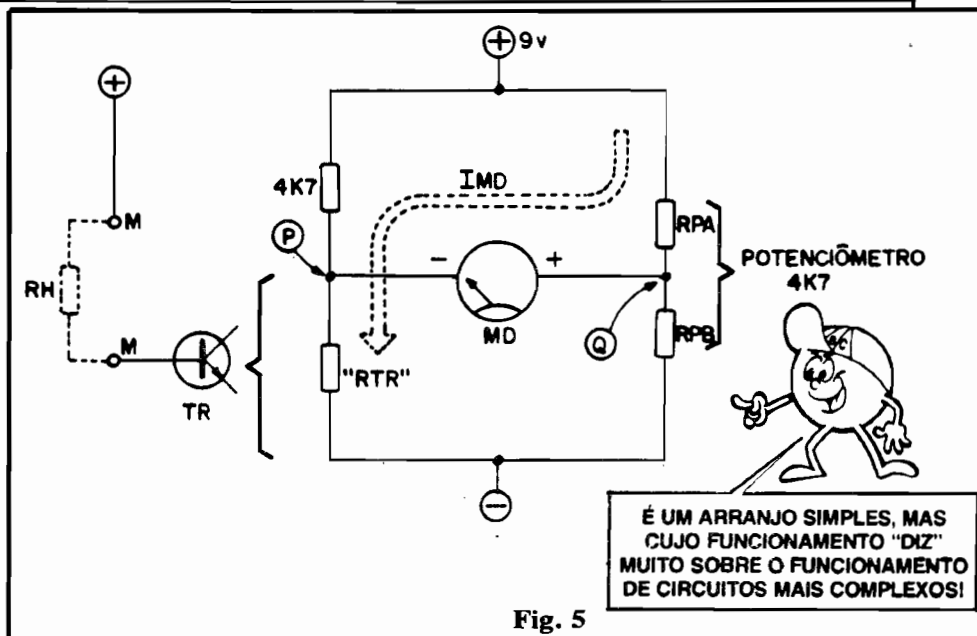

Fig. 5
- **FIG. 5** - Conexões externas à placa (aproveitem para conferir as codificações atribuídas às "ilhas" destinadas a tais conexões, "batendo" as indicações com as da figura anterior...), com esta ainda vista pelo lado **não cobreado** (no diagrama, propositalmente, os componentes pertinentes à própria placa **não são mostrados** (já o foram, na figura anterior...) de modo a "desconfundir" o visual. **ATENÇÃO** ao correto posicionamento dos terminais dos dois LEDs (notem que estes, embora vistos juntos à placa, **podem** ser ligados "remotamente" através de pares de fios finos...) e à polaridade da alimentação (pilhas ou bateria), sempre lembrando da norma universal de fio **vermelho** para o **positivo** e fio **preto** para o **negativo**. Os comprimentos dos fios às pilhas ou bateria, **push-button** e alto falante, dependerão muito do arranjo final da instalação... Como sempre, recomendamos que a cabagem tenha o comprimento **suficiente**, sem sobras (que tomam a montagem deslegante e dificultam a instalação, naquele "emaranhado" de fios...) nem faltas (que tomam difícil a co-
- **FIG. 5** - O circuito, como funciona. Analisando com atenção o diagrama, mais o “esquema” (fig. 1), é fácil perceber o funcionamento geral do arranjo: o medidor (galvanômetro) está colocado no meio de uma “ponte” ou “gangorra” de resistores, sendo que um “lado” dessa “ponte” é formado pelos dois “segmentos resistivos” do potenciômetro, com os valores momentâneos de RPA e RPB dependentes do ajuste dado ao dito potenciômetro. No outro “lado da ponte” temos o resistor de 4K7 e um... “resistor sensível à Resistência”! Isso mesmo! O transistor, em seu “percurso” **coletor/emissor** pode ser eletricamente interpretado como um mero resistor, cujo valor momentâneo dependerá da Corrente aplicada à sua **base**... Como tal Corrente depende diretamente da “Resistência Humana” (RH),